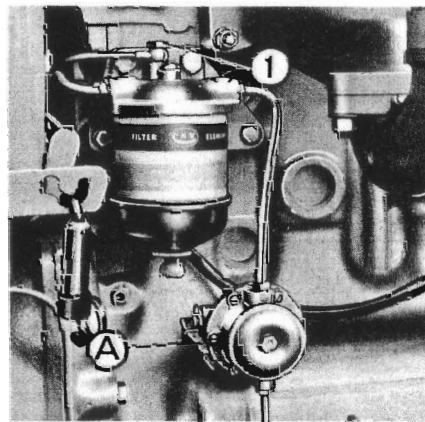

Fig. 6 - Pompa di alimentazione
- Svitare di circa due giri il tappo 1 (fig. 6 rif. 1) situato nella parte superiore del filtro gasolio.
Agire sulla levetta (A - fig. 6) della pompa di alimentazione finché il combustibile non esca privo di bolla d'aria.